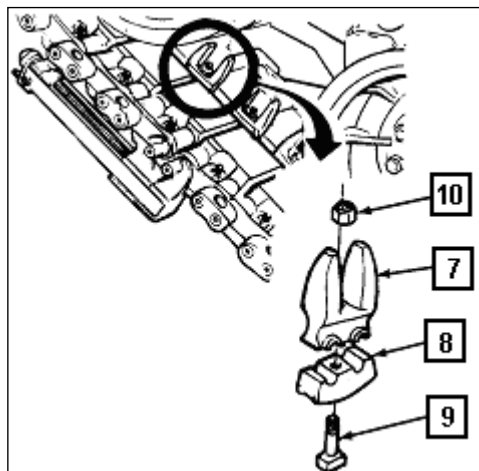

Fig 6-13. Instalação da guia central
e. Posicionar a guia central (7) e centralizar a tampa da guia (8) sobre os pinos do patim (3). Segurar com parafuso (9) e porca (10) sem apertá-los. (Fig 6-13)
g. Mover o CC para frente e parar quando a guia central recém-instalada estiver acessível e os conectores vizinhos estiverem alinhados. Apertar as porcas da guia central (10). (Fig 6-13)
h. Ajustar a tensão da lagarta conforme previsto no item 6-4.